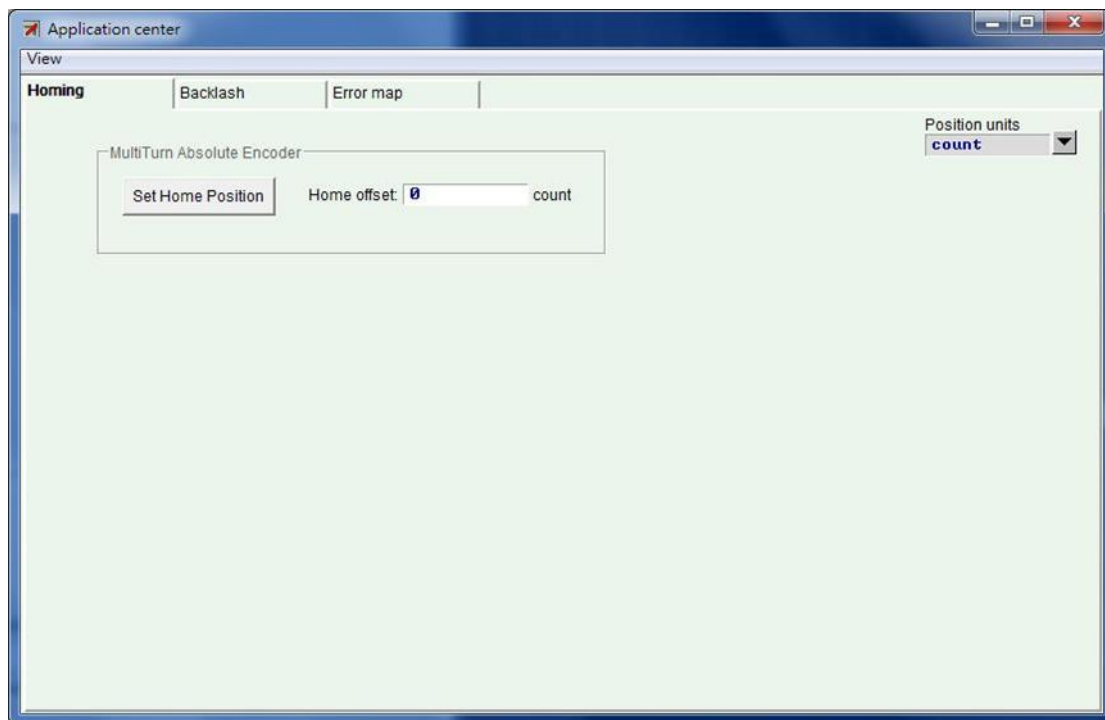
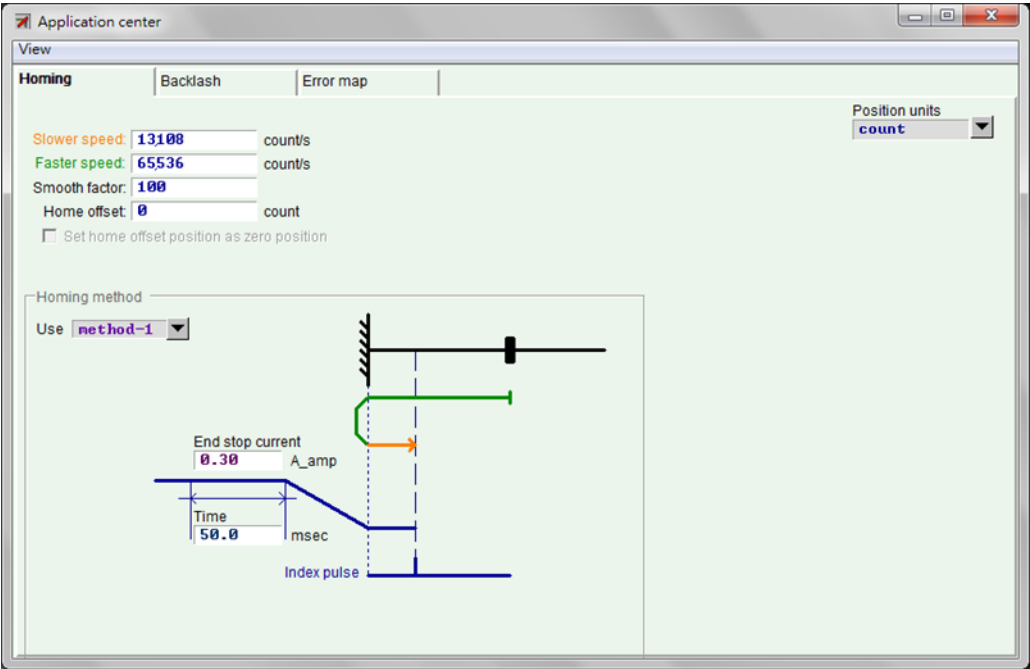

図 5.7.3.1
図 5.7.4.1
- (1) 保存中、エミュレートされたエンコーダー出力は一時的に無効になります。そのため、上位コントローラーをエミュレートしたエンコーダー出力に接続すると、受信した位置情報が失われる場合があります。これに注意してください。
- (2) 「Error map」の補正値は本機能では保存されません。「Error map」ウィンドウで「Save」手順を実行して、補正値を保存します。
図 5.7.3.1に示すように、HMIメインウィンドウの[Tools]メニューで[Set parameters to factory default]を選択して、ドライバーのパラメーターを工場出荷時の設定に復元します。次に、図 5.7.4.1（Lightening 0.180～0.185Aのバージョンの場合）のウィンドウが表示され、ユーザーがドライバーを工場出荷時のデフォルトに設定するかどうかを尋ねられます。エラー安定を同時にクリアする必要がある場合は、「Clear error table in flash then reset drive」オプションをチェックし、「Yes」ボタンをクリックしてこの機能を自動的に実行します。「Clear error table in flash then reset drive」オプションをチェックすると、プログラムは「Notice」ウィンドウを表示して、デフォルト設定をドライバーに保存し、「Error map」をクリアする前にドライバーをリセットすることをユーザーに通知します。図 5.8.2.1に示すように。「Yes(Y)」ボタンをクリックすると、プログラムは「Set parameters to factory default」のウィンドウで選択した機能を実行します。ただし、「No (N)」ボタンをクリックすると、「Set parameters to factory default」のウィンドウに戻り、実行に必要な機能を再選択できるようになります。パラメーターが工場出荷時の設定に復元された後、ドライバーは自動的にリセット機能を実行します。